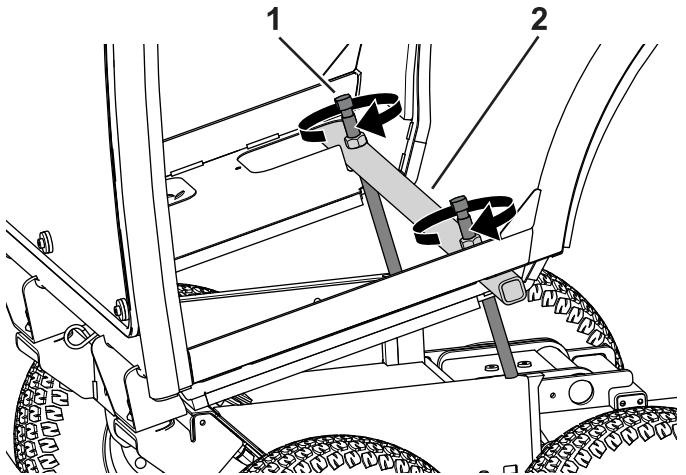

Figure 67
2. Placez la barre de levage transversalement sur le cadre de la cabine (**Figure 67**).
3. Tournez alternativement chaque vis de levage de quelques tours à la fois jusqu'à ce que la cabine pivote vers l'avant (**Figure 67**).